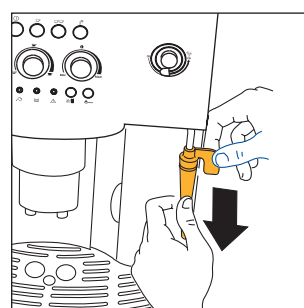

Fig.26
- Haal stoempijpje van de afgiftepijp, door deze naar beneden te trekken (fig. 26).